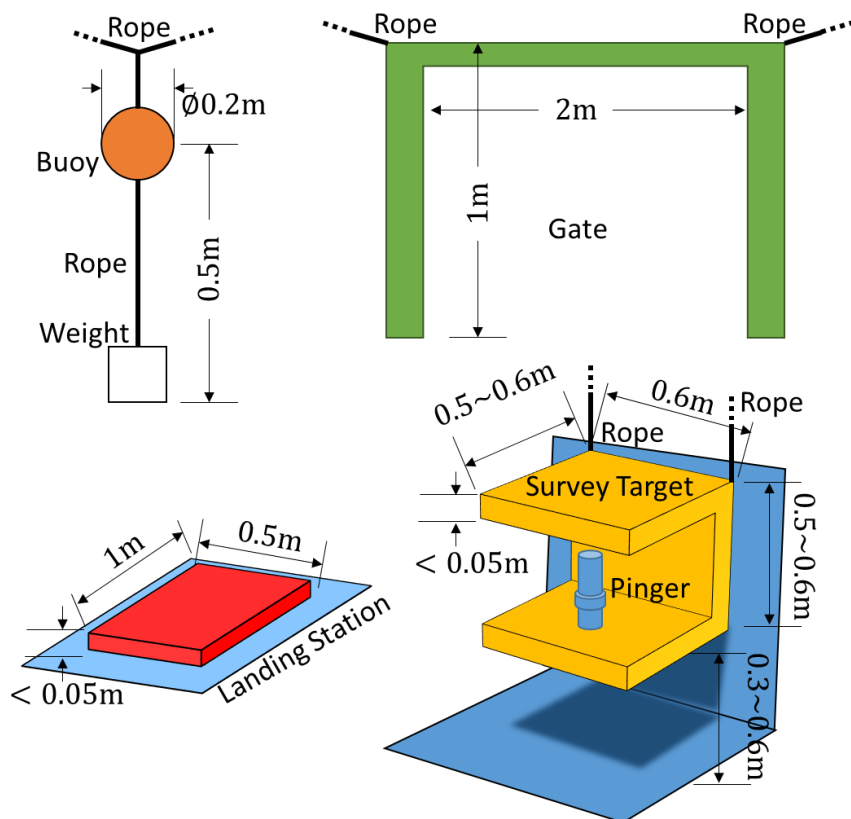

図 3：各種設置物のサイズ
課題コースは①ゲート潜り、②ブイタッチ、③調査ミッション、④着底ミッション、⑤帰還ミッションに加えてボーナス競技⑥投下ミッションの6種類です。コース上の設置物は、図3に記載した大きさとなります。各コースの概要は次の通りですが、これ以上の詳細ならびに具体的な配置は当日にプールで確認してください。
Area1 と Area2 の境界にゲートを設置します。ゲートをくぐると加点されます。ゲートの形状は、図 3 右上に示した寸法と基準としますが、変動する可能性があります。往路と復路のそれぞれで加点されます。
Area2 の再遠方側にオレンジ色のブイが底面から約 0.5m の所にあります。ブイにタッチすると 1 回だけ 10 点が加点されます。ブイは、図 3 左上の寸法を基準としますが、変動する可能性があります。ブイへの接触は、ダイバーの目視により判定されます。